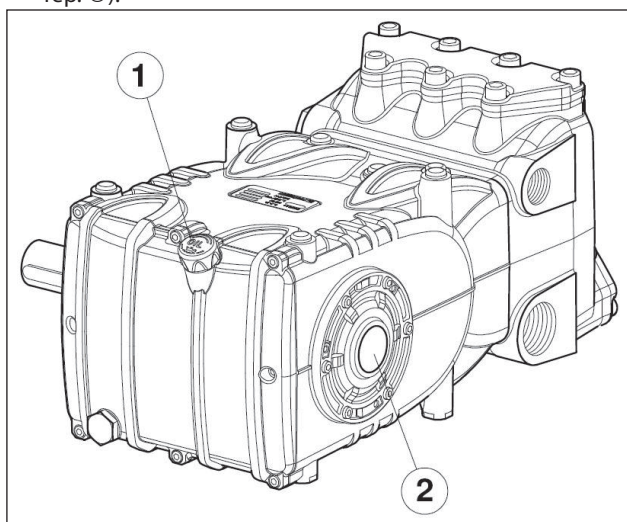

Fig. 14
5. Le niveau d'huile dans le carter de pompe est correct, en le vérifiant à l'aide de la jauge (Fig. 14, rep. ①) et exceptionnellement à travers le voyant de niveau (Fig. 14, rep. ②).